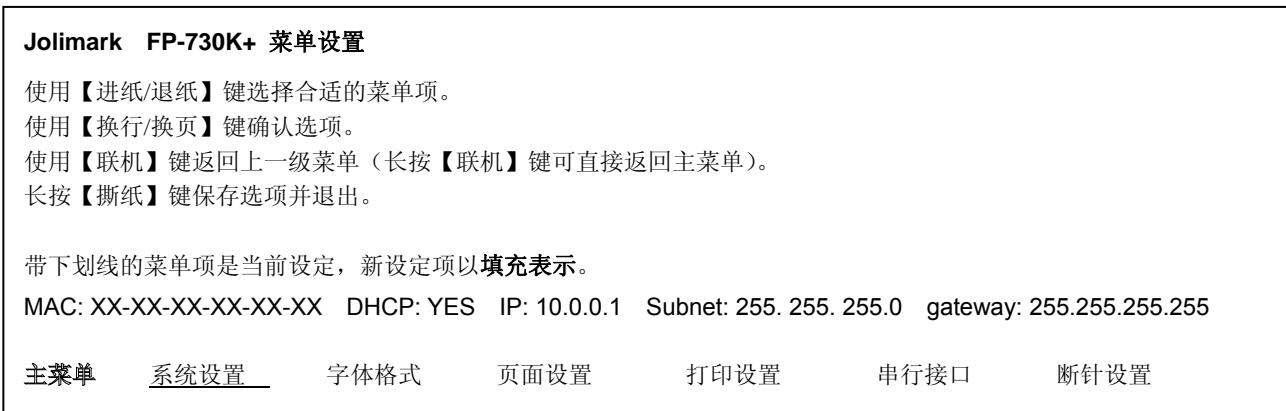

图4-3 进入菜单设定打印示例
- 首先打印出标题和主菜单（如图4-3所示），有下划线的选项是当前的缺省选项。打印头就停留在当前缺省选项下方。